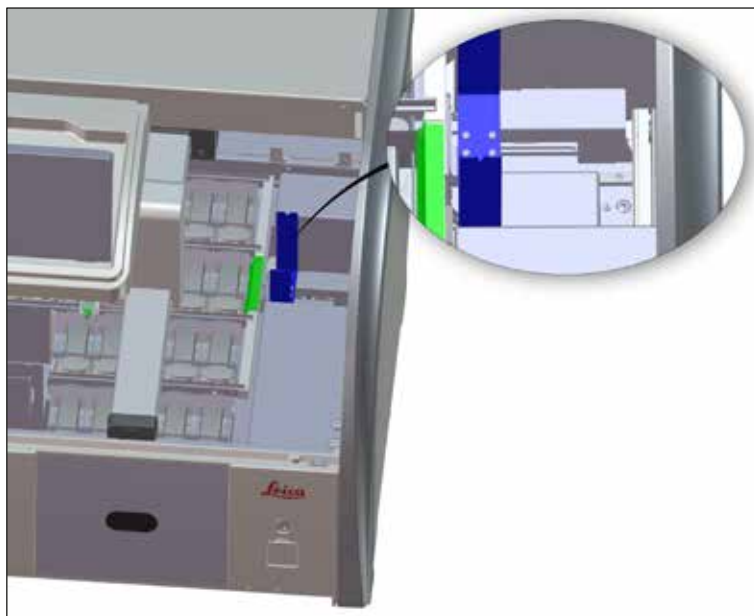

Fig. 96
- Controllare regolarmente che nella stazione di trasferimento (→ "Fig. 96") non vi siano residui di reagente e, se necessario, pulirla utilizzando un detergente delicato al pH neutro, presente in commercio.